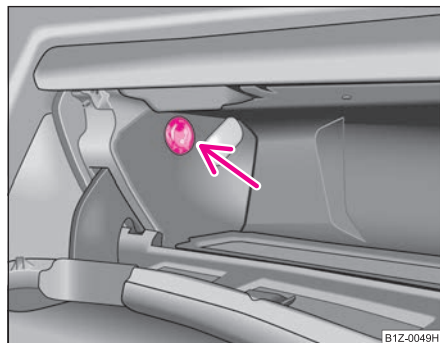

Fig. 99 Torpedoul: Răcirea
- Porniți, respectiv opriți răcirea de la întrerupătorul ⇒ fig. 99.